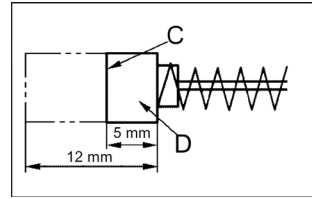

Рисунок 11
- Систематически контролируйте состояние угольных щеток электрического двигателя (загрязненные или чрезмерно изношенные щетки могут вызвать сильное искрение и уменьшение частоты вращения инструмента, а также выход его из строя). Предельный износ угольных щеток – остаток менее 5 мм (рисунок 11).